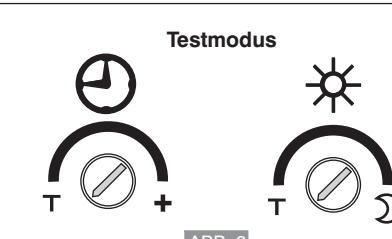

ABB. 8
- Drehen Sie vorsichtig den Regler für die Einstellung der Helligkeit (☼) und den Regler für die Einstellung der Nachlaufzeit (⊕) gegen den Uhrzeigersinn bis zum Anschlag (**TEST-Stellung** ABB. 8).